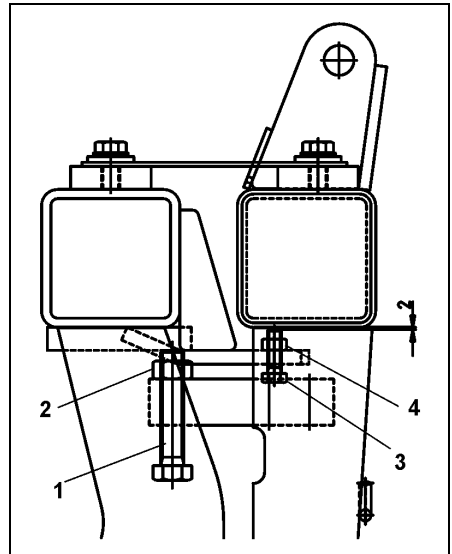

Fig. 63
Die Messschraube (Fig. 63/1) befindet sich zentral unter dem Rahmen des Streuers in der Wiegezone.
- Kontermutter (Fig. 63/2) lösen
- Messschraube (Fig. 63/1) nachstellen
- Kontermutter (Fig. 63/2) festziehen
Die Begrenzungsschrauben (Fig. 63/3) sind mit 2 mm Spiel laut Abbildung einzustellen.
- Kontermutter (Fig. 63/4) lösen
- Begrenzungsschrauben (Fig. 63/3) einstellen
- Kontermutter (Fig. 63/4) festziehen